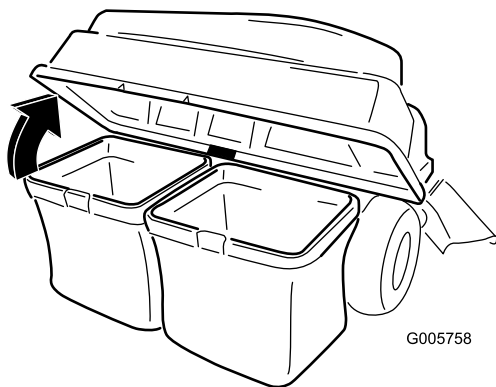

Figura 42
3. Abra (levante) la tapa del ensacador (Figura 42).